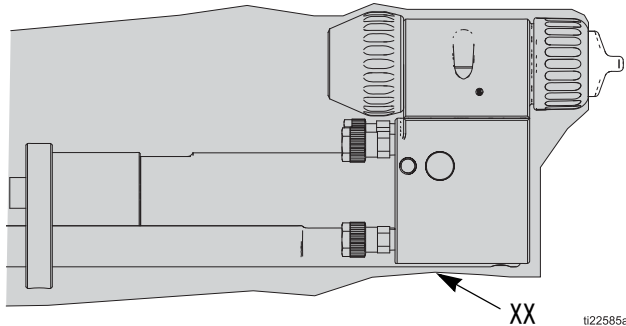

図 17 ガンカバー
ガンカバー (XX) をガンの前面にかぶせて後方に引き、マニホールド後方の配管とホースの露出部が覆われるようにします。図 17 を参照してください。